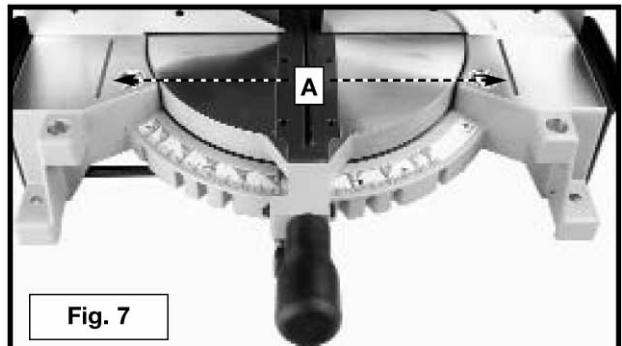

Fig. 7
**ADVERTÊNCIA** A área dentro das duas linhas vermelhas na bancada (A) Fig. 7. é designada como "ZONA DE PERIGO". Nunca ponha suas mãos dentro dessa área enquanto a máquina estiver operando. Mantenha as mãos a 6" da lâmina.